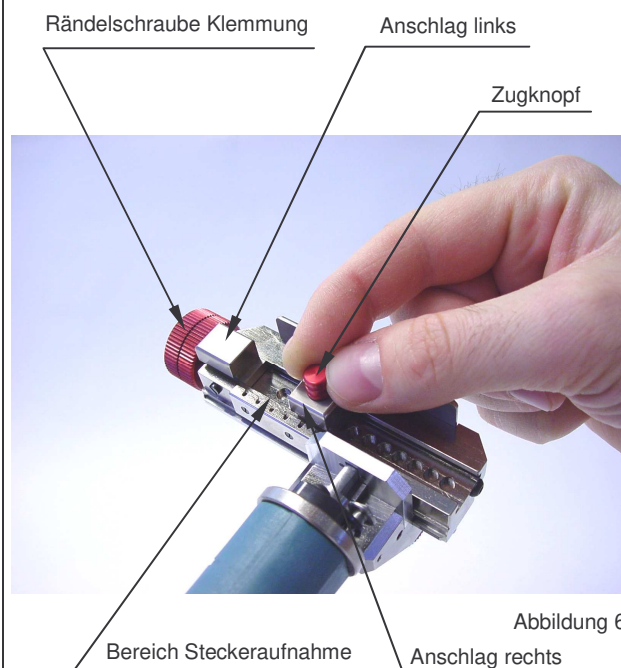

Abbildung 6
**1.** Lösen Sie den linken Anschlag, indem Sie die Rändelschraube zur Klemmung des Steckers nach links – gegen den Uhrzeigersinn - aufschrauben bis sich der Anschlag um ca. 1mm verschieben lässt (siehe Abbildung 6).
**2.** Um den Bereich der Steckeraufnahme auf die richtige Gehäuselänge einzustellen, heben Sie den roten Zugknopf des rechten Anschlags an und verschieben Sie ihn im Raster auf die gewünschte Länge (siehe Bild 6).